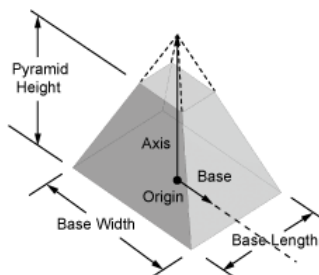

图 3-71 金字塔形
- 金字塔形，由 **Pyramid** 按钮提供，参数如图 3-71 所示。